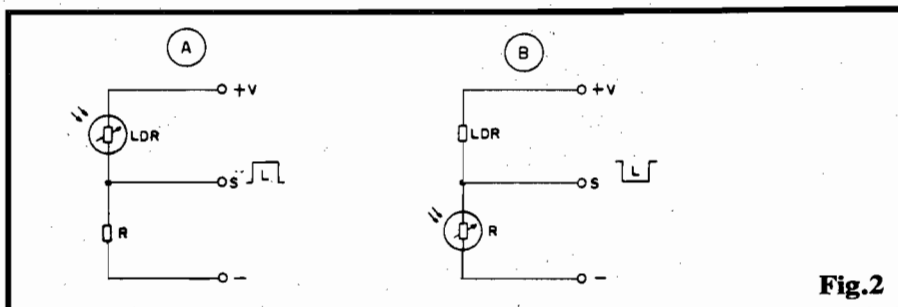

Fig.2
- **FIG. 2 - "RECOLHENDO" OS SINAIS ELÉTRICOS DE UM LDR** - A mera variação resistiva de um LDR, sob a presença de também variados níveis luminosos, normalmente não é diretamente "aproveitável", justamente pela citada baixa dissipação do dispositivo... Assim, em termos práticos, é mais simples e efetivo "recolher" os sinais elétricos através de um "truque" básico em DIVISOR DE TENSÃO... O diagrama mostra duas das estruturas mais usadas... Em 2-A temos o LDR formando um divisor de Tensão com o resistor R, estando o foto-sensor no "ramo superior" do dito divisor... Se submetermos o conjunto a uma Tensão contínua V (e - isso é **importante** - condicionando previamente o valor de R às nossas necessidades de excursão do sinal), o ponto S ("nó" do divisor de Tensão...) apenas apresentará um nível relativamente "alto" de Tensão, se o LDR estiver na presença de luz... Se o foto-sensor estiver na escuridão, o ponto de Saída S mostrará um nível de Tensão "baixo"! Com toda facilidade podemos "inverter" o comportamento do arranjo, simplesmente "trocando de lugar" o LDR e o resistor R, conforme sugere o diagrama 2-B (agora com o LDR no ramo inferior do divisor...). Nesse caso, o ponto de Saída S mostrará um nível de Tensão sensivelmente "baixo" quando o LDR estiver sob LUZ forte... Se o foto sensor for obscurecido, então o ponto S mostrará um nível substancialmente mais "alto", de Tensão... Observe, então, que as variações de Tensão no ponto S (em qualquer dos casos) será sempre notável, desenvolvendo-se em ampla gama, facilitando assim o trabalho de aproveitamento do sinal... Basta amplificarmos tal manifestação (via transístores, amplificadores operacionais Integrados, etc.) para podermos realizar quaisquer trabalhos mais "pesados", a partir dos sinais fornecidos pelo foto-sensor...